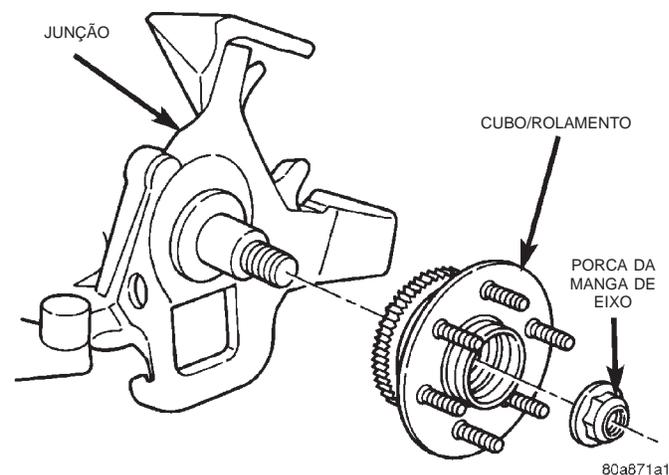

Fig. 10 Cubo/Rolamento
- (1) Levante e apoie o veículo.
- (2) Remova o conjunto de roda e pneu.
- (3) Remova a pinça, o rotor e o sensor de velocidade da roda ABS, se assim equipado, do freio. Consulte o Grupo 5, "Freios".
- (4) Remova a porca da manga de eixo do cubo/rolamento (Fig. 10).
- (5) Deslize o cubo/rolamento para fora da manga de eixo.